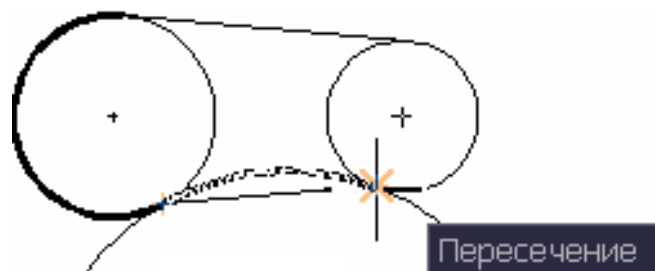

Рис. 2.13
f) щёлкнуть через привязку **Пересечение (Intersection)** точку касания на другой окружности (рис. 2.13);